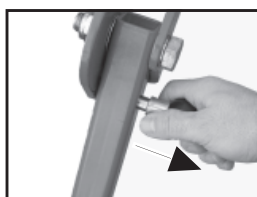

Bild 3.4
- Heckstützfuß entsichern, einklappen und in Parkposition wieder sichern. (Bild 3.4 und 3.5)